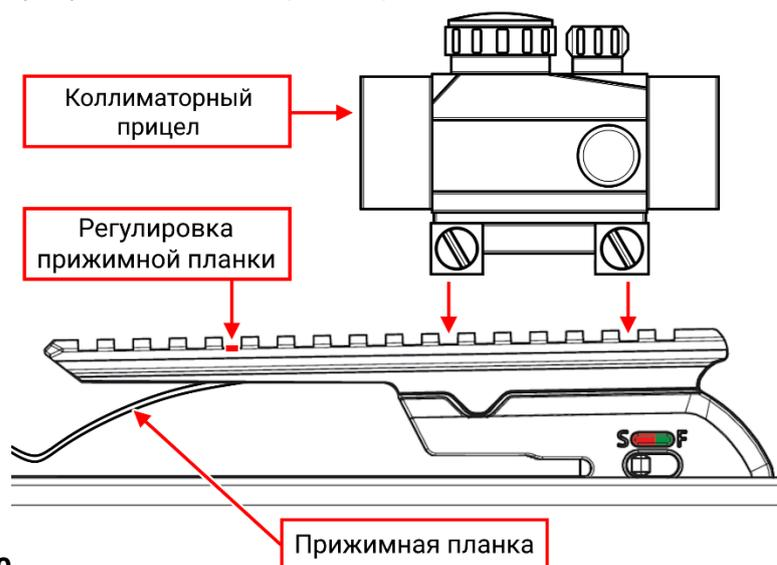

Рис.10
13. Сверху прицельной планки расположен регулировочный винт для настройки жёсткости прижимной планки. В новом арбалете регулировка не требуется. При ослаблении прижимной планки в процессе эксплуатации подтяните регулировочный винт (Рис.10).